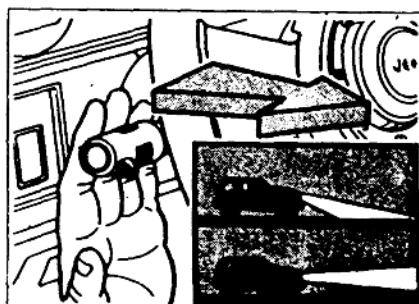

图1-9 前照灯变光的控制
(4) 前照灯远近光的控制。当仪表板上灯光开关在最外(C)位置时,前照灯接通,此时把组合开关杆向里拉,前照灯由近光变为远光,或由远光变为近光。当灯光开关在最里(A)位置或中间(B)位置时,把组合开关杆向里移动时,前照灯亮,放松组合开关杆前照灯灭,如图1-9所示。